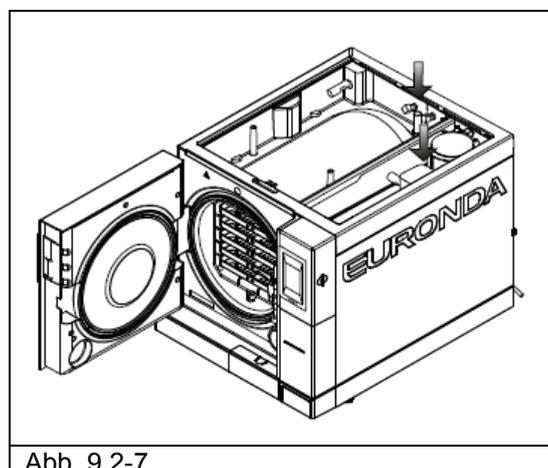

Abb. 9.2-7
6. Die Filter aus dem Frisch- und Brauchwasserbehälter nehmen (Abb. 9.2-7), unter fließendem Wasser waschen, um Rückstände zu entfernen, und danach wieder richtig in den Tank einsetzen.